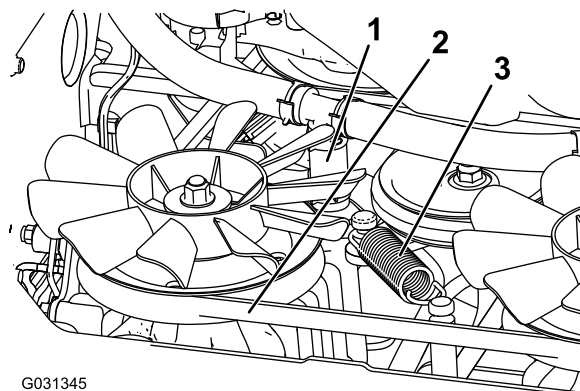

Figure 72
5. Débranchez le flexible hydraulique inférieur (Figure 72).
6. Enlevez le ressort de tension (Figure 72).
7. Enlevez la courroie du tablier de l'embrayage et de la butée d'embrayage (Figure 72).